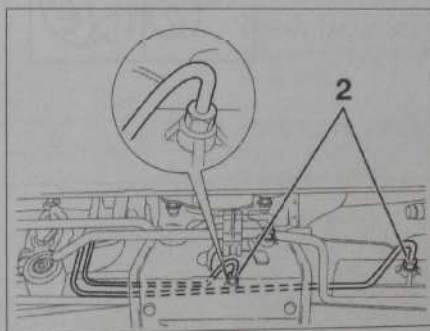

Fig. 23
- Desserrer les raccords (2) sur le vérin du mécanisme de direction (Fig.23).